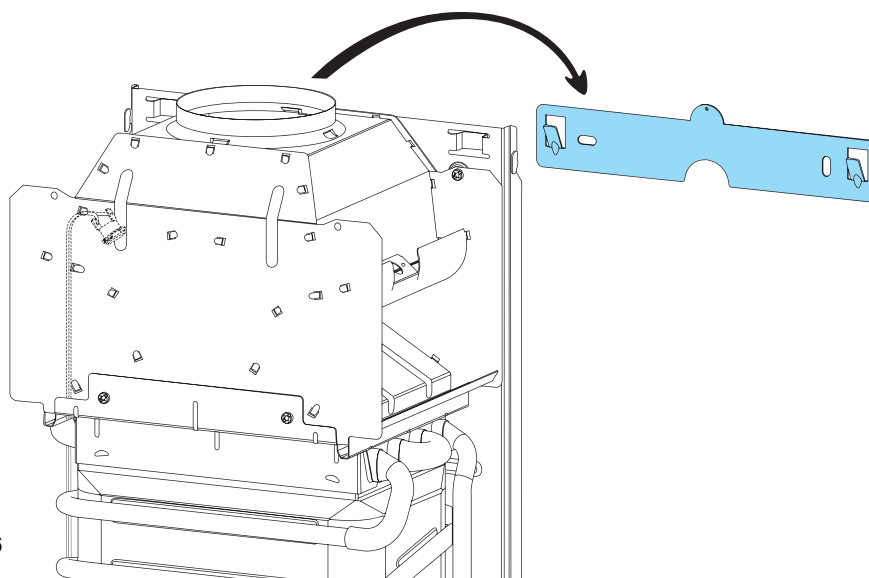

рис. 6
- Заверните верхние отверстия рамы на крюки крепежной пластины (рис. 6)